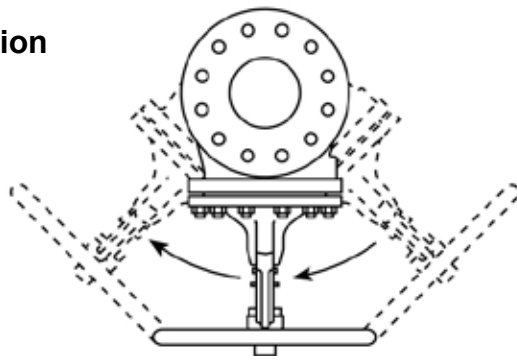

Fig. 3
- 3.3** Installer le robinet dans le sens d'écoulement indiqué par la flèche de coulée sur le corps. La meilleure position est avec la tige verticale. Le robinet peut être installé, à partir de la position verticale en position horizontale. (Voir Fig. 3).